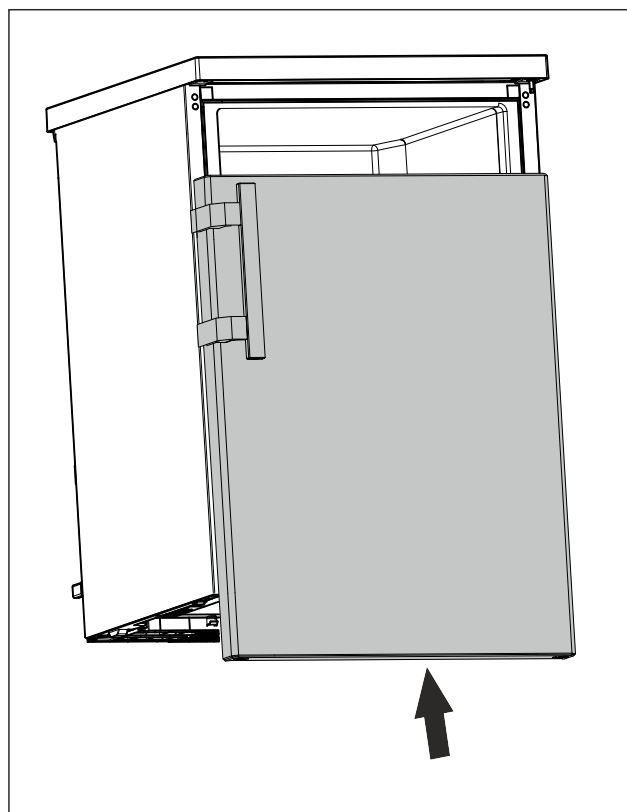

Fig. 21
- V zavřeném stavu nasadíte dvířka na horní čep. (viz Fig. 21)